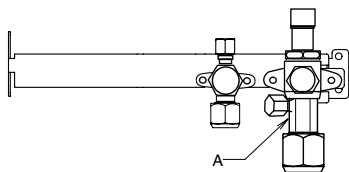

Abb. 7-7
- Zum Lösen und Anziehen der Gasleitungsüberwurfmutter zwei Universalschraubenschlüssel zusammen verwenden: einen an der Gasleitungsüberwurfmutter, den anderen an Teil A. (Abb. 7-7)